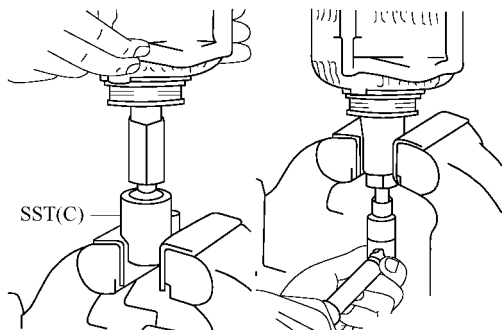

图 7-14 将套筒扳手固定在台虎钳上
2) 如图 7-14 所示，将套筒扳手 C 固定在台虎钳上，然后将交流发电机装上，并按图所示的方向转动螺母套筒扳手 A 以旋松带轮螺母，并从套筒扳手 C 上拆下交流发电机，再转动套筒扳手 B，拆下螺母套筒扳手 A 和 B，拆下带轮螺母和带轮。